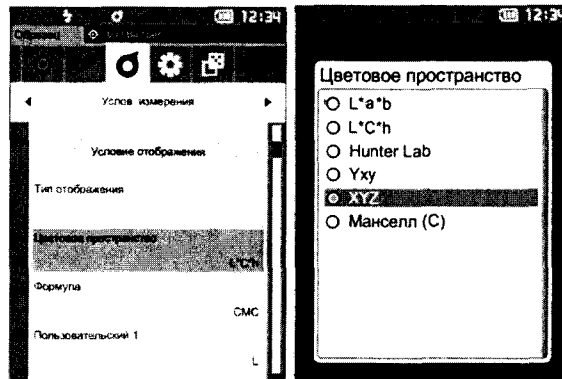

Рисунок 22
8.2.4.4 Нажмите клавишу «ESC». Выберите пункт «Цветовое пространство», нажав на клавишу «Подтверждение». Наведите курсор на «XYZ» (цветовое пространство XYZ) (рисунок 22) и подтвердите клавишей «Подтверждение».